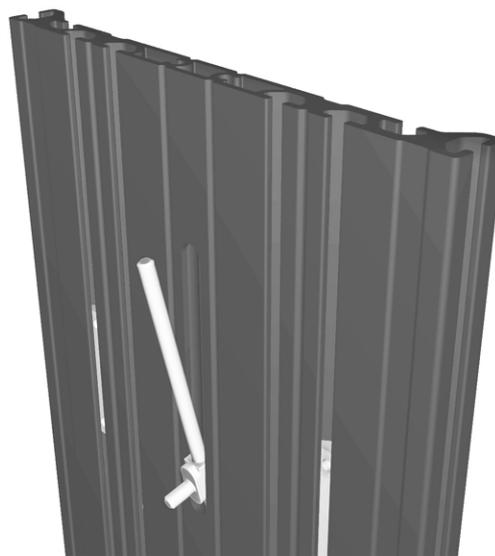

Abbildung 158. Einstellschraube ausreichend herunterschrauben, dass man sie aus der Nut im Rückenlehnenprofil hebeln kann.
9. Einstellschraube ausreichend herunterschrauben, dass man sie aus der Nut im Rückenlehnenprofil hebeln kann. Siehe Abbildung. 158